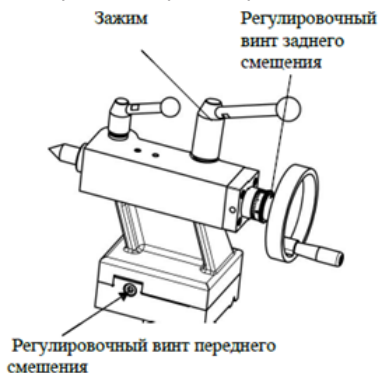

Рис. 9 Позиционирование задней бабки
1. Используя ключ 17 мм, ослабить зажим задней бабки (Рис. 9).
Для смещения задней бабки относительно центральной оси предусмотрены два регулировочных винта (Рис. 9).